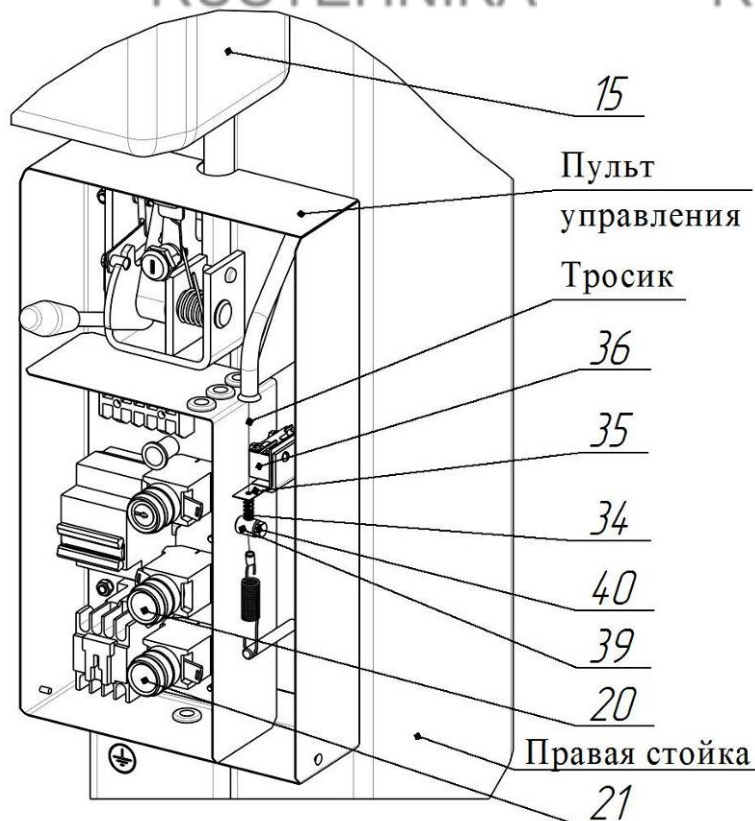

Рисунок 6.6 – Система автоматического отключения насосной станции при достижении каретки крайнего верхнего положения
6.12.1 Система автоматического отключения привода насосной станции 15 при достижении каретки 4 крайнего верхнего положения ( $\approx 1745$  мм от основания стойки) установлена и отрегулирована на предприятии-изготовителе (рисунок 6.6).